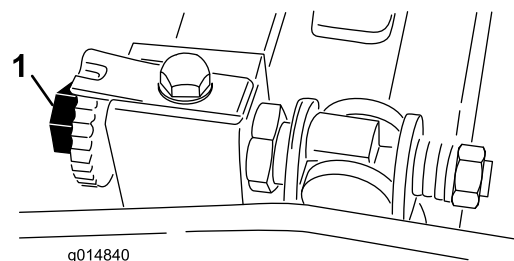

Рисунок 45
3. Поверните барабан таким образом, чтобы нож пересекал кромку неподвижного ножа между головками первого и второго винтов неподвижного ножа с правой стороны режущего блока (Рисунок 45).
6. Поворачивайте правый регулировочный винт неподвижного ножа, пока не почувствуете легкое давление (т.е. тянущее усилие) на регулировочной прокладке при перемещении ее из стороны в сторону (Рисунок 45).